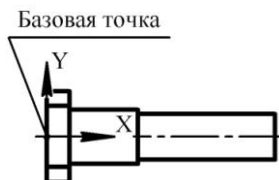

Рис. 2. Вставка фрагмента
4. Выделите рамкой главный вид на чертеже, скопируйте изображение (**Ctrl + C**), указав базовую точку согласно рис. 2, затем вставьте (**Ctrl + V**) выделенные объекты в окно фрагмента “Пуансон 1” с привязкой в начале координат. При выполнении операции активизируйте режим вставки **На слои-источники**, выбрав соответствующую пиктограмму на *Панели свойств*. Фрагмент будет многослойным.